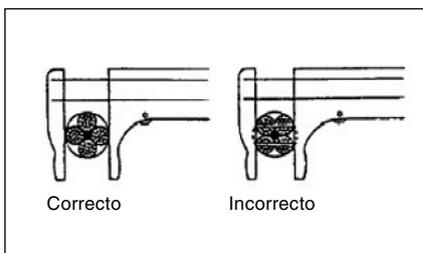

Figura 12. Medición correcta e incorrecta del diámetro del cable
- Reducción del diámetro en un 10 % respecto del diámetro nominal del cable. La medición se debe hacer según se indica en la figura 12.